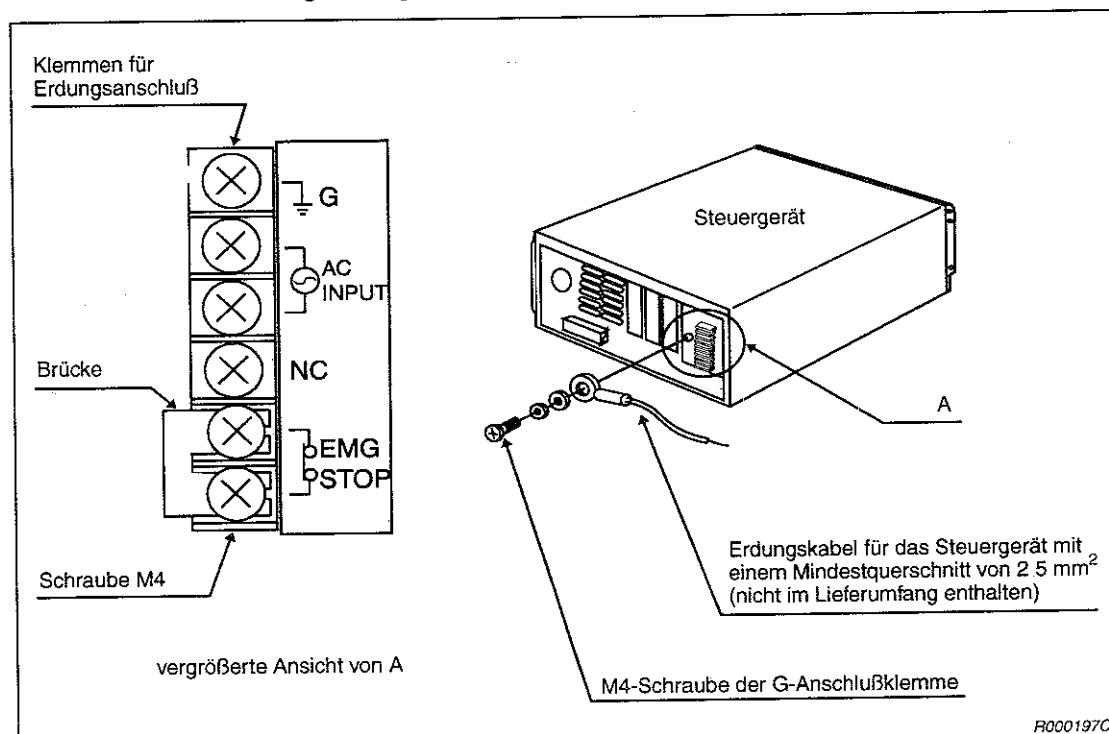

Abb. 2-10: Erdung des Steuergerätes
- Für die Erdung verfügt das Steuergerät über einen Schraubanschluß auf der Rückseite (Ansicht A in Abb. 2-10).
In Abbildung 2-10 wird die Erdung des Steuergerätes gezeigt.